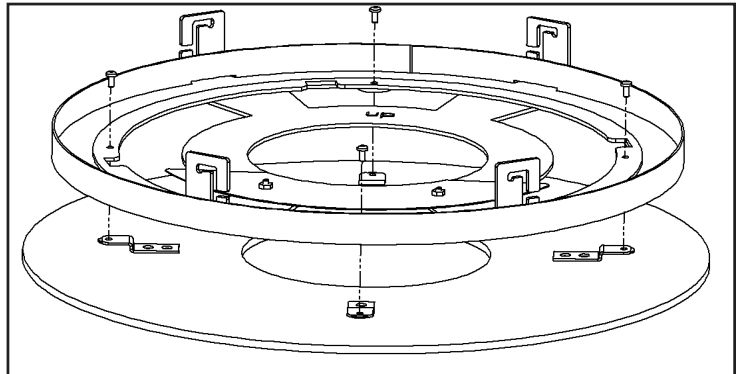

Figure 31: Retrait de la bande de fascia de la plaque supérieure
Retirez les quatre (4) vis T20. Tournez l'assemblage de la bande fascia et soulevez la bande fascia pour la retirer (voir Figure 31).